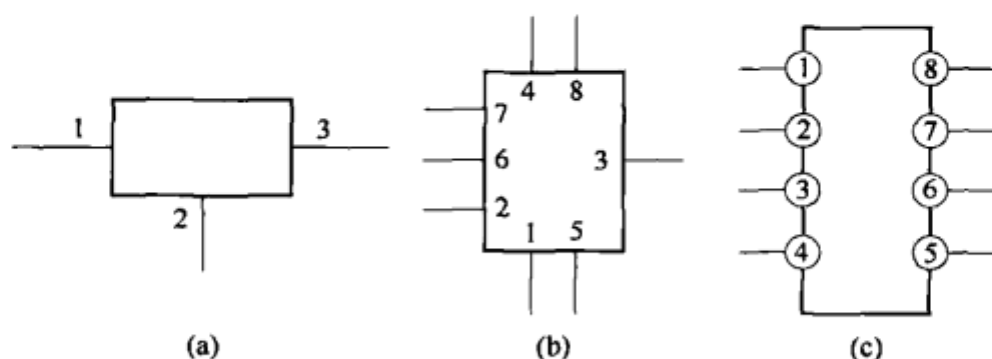

图 7-5
(2) 集成稳压器、时基电路等习惯上用矩形图框表示, 如图 7-5 所示, 各引出端均标注有引脚编号。引脚编号可以标注在矩形图框外, 如图 7-5 (a) 所示; 也可以标注在矩形图框内, 如图 7-5 (b) 所示; 还可以标注在矩形图框上, 如图 7-5 (c) 所示。矩形图框上的各个引脚可以按顺序排列, 如图 7-5 (c) 所示, 也可以根据
绘图需要不按顺序排列，如图 7-5 (b) 所示。其他各类集成电路，绝大多数都采用这种矩形图框画法。